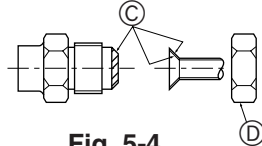

Fig. 5-4
Ⓐ (Fig. 5-4)
Ⓑ (Fig. 5-4)
5.5. Collegamento dei tubi (Fig. 5-4)